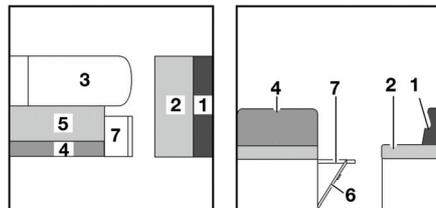

Bild 150 Während des Umbaus
- Sitzbankverlängerung (Bild 150,7) nach oben klappen und mit Klappe verkeilen.
- Das Sitzpolster (Bild 150,2) der Längssitzbank zur Mitte ziehen.
- Das Rückenpolster (Bild 150,1) der Längssitzbank zwischen das Sitzpolster und die Wand legen.
- Das Sitzpolster (Bild 150,5) nach vorn auf den Tisch ziehen.
- Das Rückenpolster (Bild 150,4) abnehmen und beiseite legen.